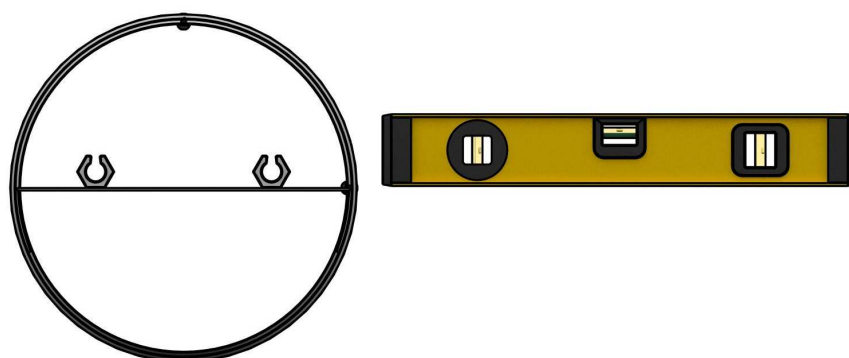

Рис.3
3.1.6. Установите телескопический канал в отверстие в стене. При этом монтажная планка канала должна быть расположена строго горизонтально крепежными пазами вверх. Для контроля горизонтальности используйте ранее нанесенные метки и уровень. (Рис. 3)